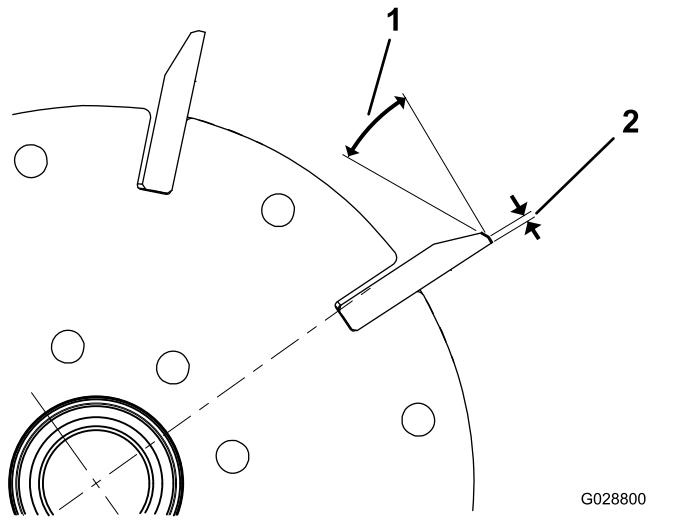
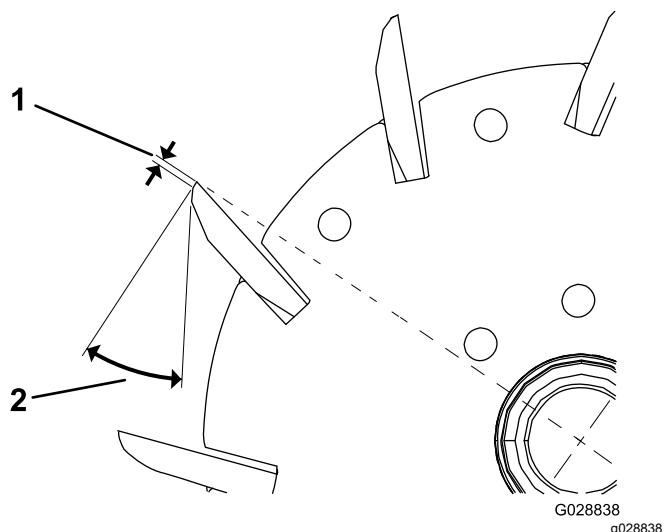

図 23
図 24
- 全部のリール刃に 30° の角度で2番削りを行って、ランド部の幅を 1.3 mm にしてください 図 23 と 図 24。